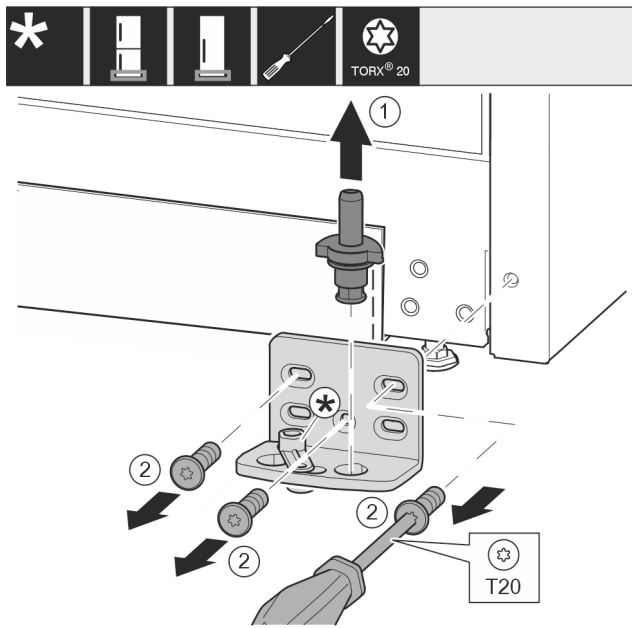

Fig. 13
- ▶ Húzza ki teljesen a csapszeget Fig. 13 (1) felfelé.
- ▶ Tekerje ki a csavarokat Fig. 13 (2) csavarhúzóval, és vegye le a csapágybakot.